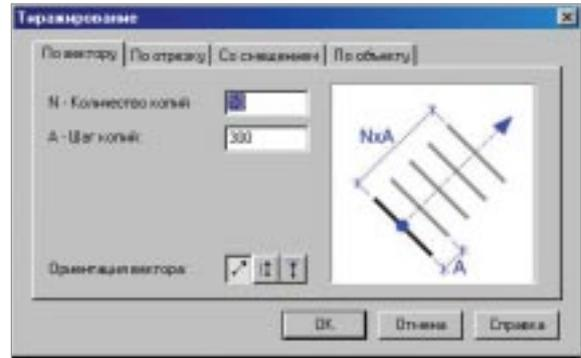

Рис. 6
- использование в работе специальных инструментов построения (рис. 6);